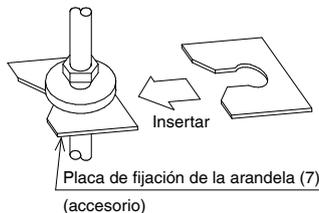

Fig. 11
- La placa de fijación de la arandela (7) impedirá que la arandela se caiga. (Consulte la Fig.11)